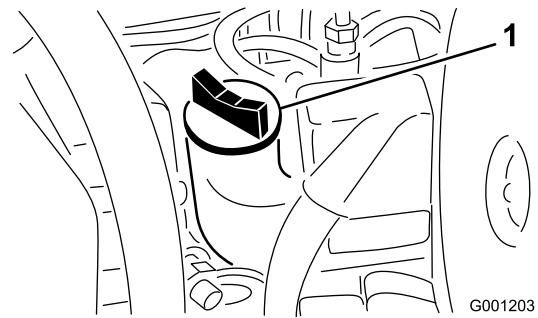

Figura 49
4. Si el nivel de aceite está por debajo de la marca Lleno, retire el tapón de llenado (Figura 49) y añada aceite hasta que el nivel llegue a la marca Lleno de la varilla. **No llene demasiado.**